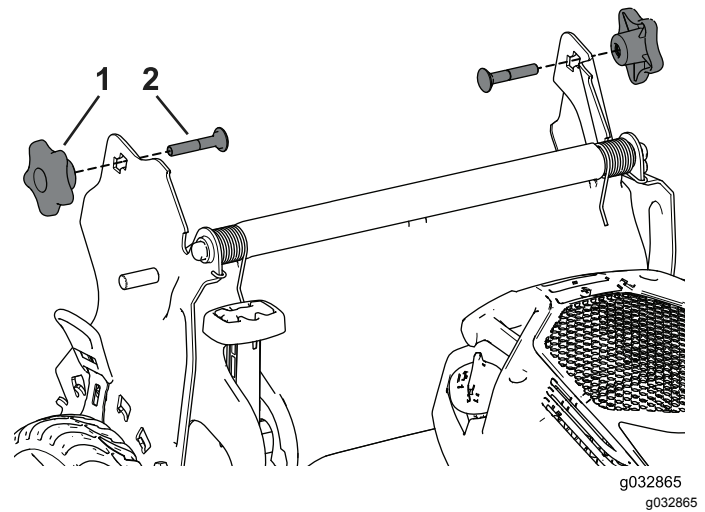

Bild 29
3. Führen Sie die Schlossschraube (mit dem Schraubenkopf nach innen zeigend) durch die Griffhalterung und das obere Loch des Griffendes. Stellen Sie sicher, dass jede eckige Schlossschraube richtig in der dazugehörigen oberen oder unteren viereckigen Öffnung ihrer jeweiligen Griffhalterung sitzt (**Bild 29**).